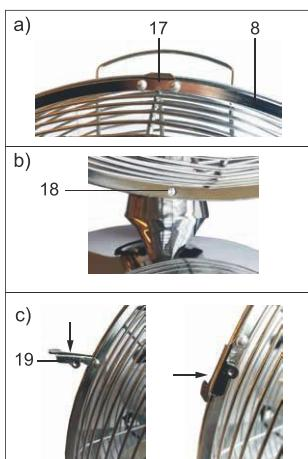

Fig.34: Montaggio griglia di protezione anteriore
18. Inserire la griglia di protezione anteriore (8) con l'appiglio (17) sopra il bordo della griglia di protezione posteriore. Fig. 34 a).
19. Verificare che entrambe le cavità dei fori (18) siano sempre sovrapposte a filo sotto il telaio delle due griglie di protezione. Fig. 34 b).
20. Inserire i 4 morsetti di bloccaggio (19), che si trovano lateralmente alla griglia di protezione anteriore sopra il telaio delle due griglie di protezione. Fig. 34 c).
21. Inserire la vite a croce con testa bombata (8a) attraverso le cavità dei fori (18) della griglia di protezione anteriore e posteriore.